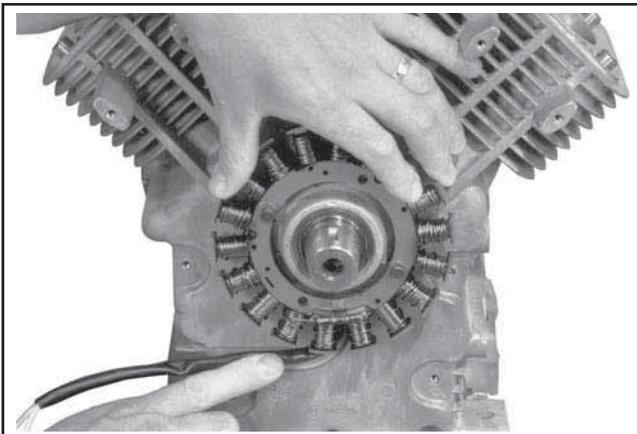

Figure 11-24. Disposition des câbles du stator dans la rainure.
4. Passer les câbles du stator dans le canal du carter moteur, puis mettre en place les plaques d'appui et la bride du câble du stator (s'il y en a une). Fixer à l'aide des quatre vis hexagonales à embase. Voir les Figures 11-24 et 11-25. Serrer les vis à 7,3 N·m (65 pouces lb).